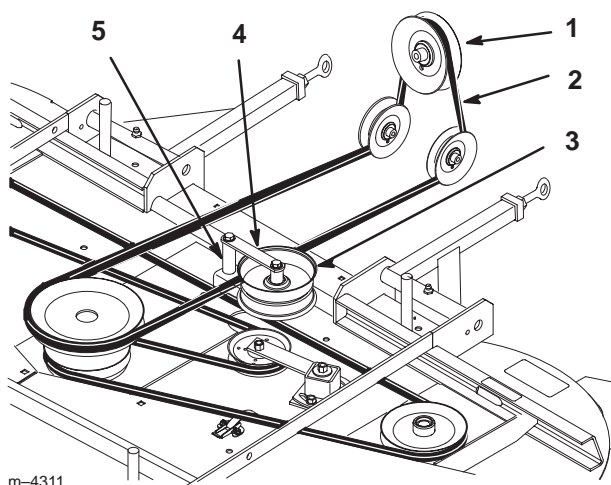

Figure 62
3. Déposez la courroie d'entraînement de PdF de l'embrayage, des poulies de tension arrière et de la poulie centrale supérieure du plateau de coupe (Fig. 62).
4. Retirez le boulon, l'écrou, la rondelle et l'entretoise de l'ensemble support de poulie de tension. Retirez la courroie de l'ensemble support (Fig. 62).
6. Placez la courroie dans l'ensemble support de poulie de tension. Remettez le boulon, l'écrou, la rondelle et l'entretoise dans l'ensemble (Fig. 62).